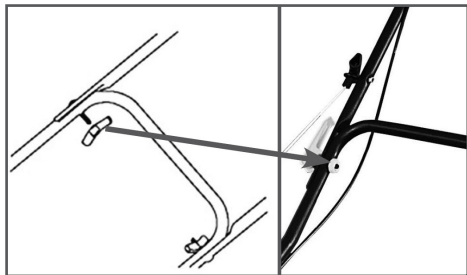

Рис.3 Установка рабочей рукоятки
5. Соедините верхнюю часть рабочей рукоятки с нижней частью и закрепите ее болтами с барашковыми гайками (Рис. 3). Проверьте установку троса останова двигателя, он не должен быть пережат.